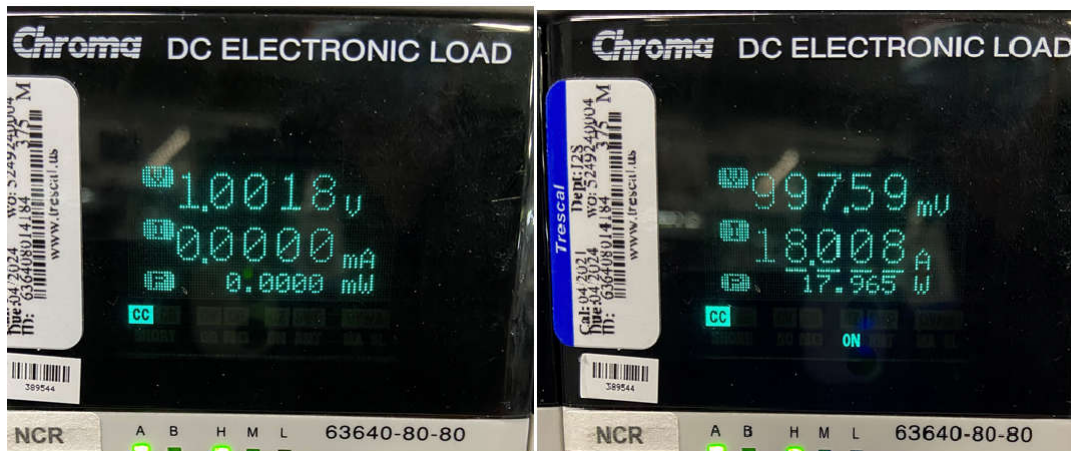

图 4-1. 输出电压调节
2. 打开电子负载并扫描 0A 至 18A 的负载电流。在 TP12 (VOUT) 处监控的输出电压在整个电流负载扫描范围中保持为 1V 或接近 1V，如图 4-1 所示。